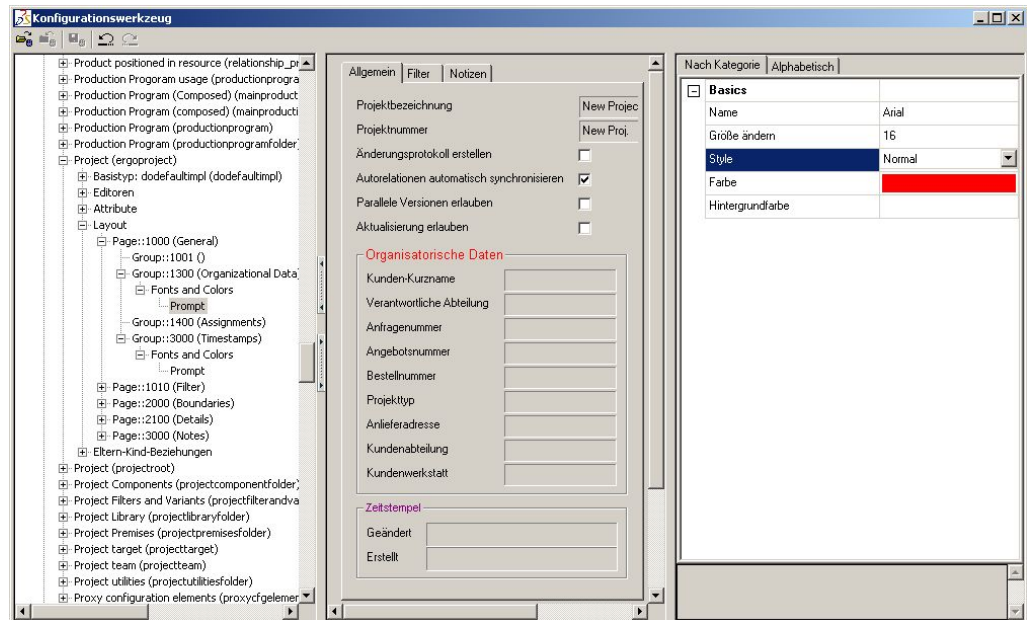

Abbildung 67: Angepasste Gruppenbezeichnungen
- ⇒ Wenn Sie eine **Gruppe** ausgewählt haben, können Sie nur die Bezeichnung, also die Gruppenüberschrift bearbeiten. Siehe Abbildung 67.